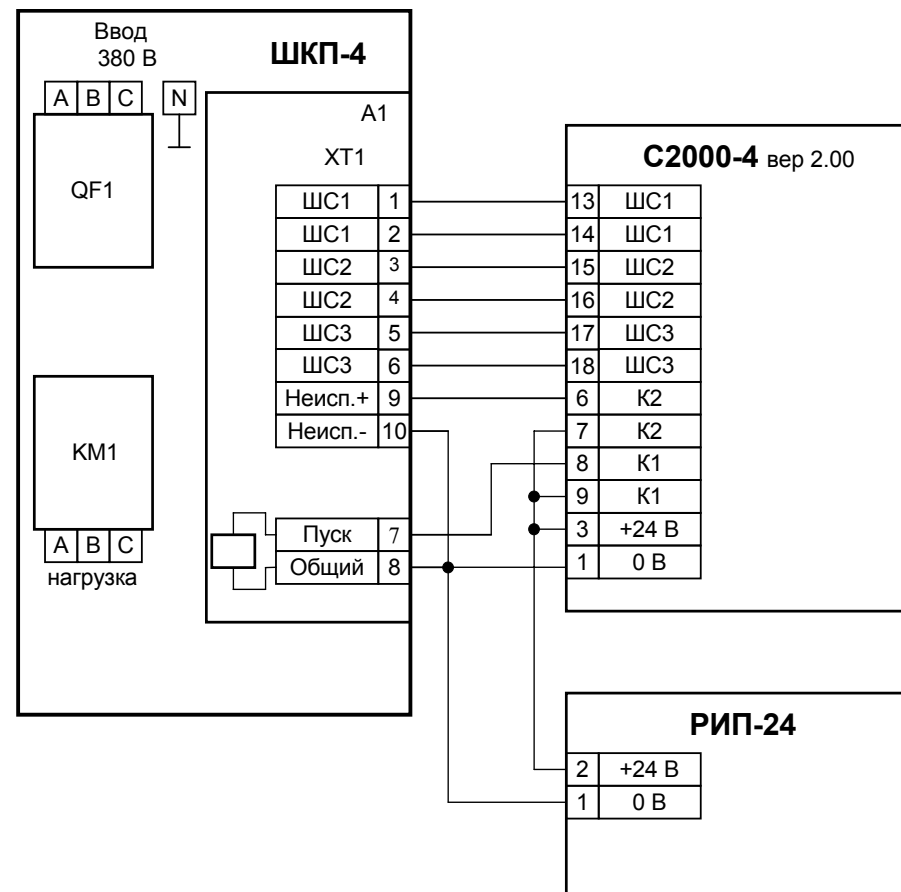

Рисунок 2 Пример подключения шкафа «ШКП-4» к прибору «С2000-4»
- 3) Подключить к шкафу провода питающего сетевого напряжения, цепей нагрузки и контроля состояния согласно схеме электрической рис. 2.